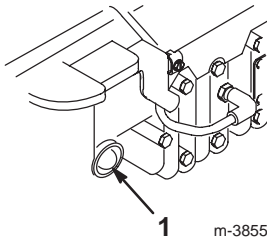

Figure 11
2. Appuyez sur l'amorceur à 3 reprises, en marquant une pause de 2 secondes chaque fois (Fig. 11).